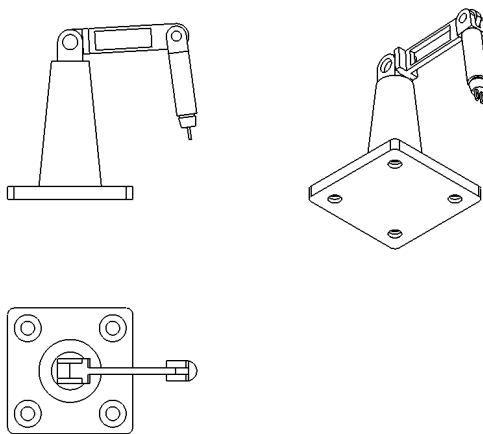

图 12-75 模型视图
4) 放置其他视图。利用同样的方法, 在图形操作窗口放置前视图、左视图, 相对位置如图 12-75 所示。(上视图与其他两个视图有固定的对齐关系。当移动它时, 其他的视图也会跟着移动。虽然其他两个视图可以独立移动, 但是只能水平或垂直于主视图移动)。